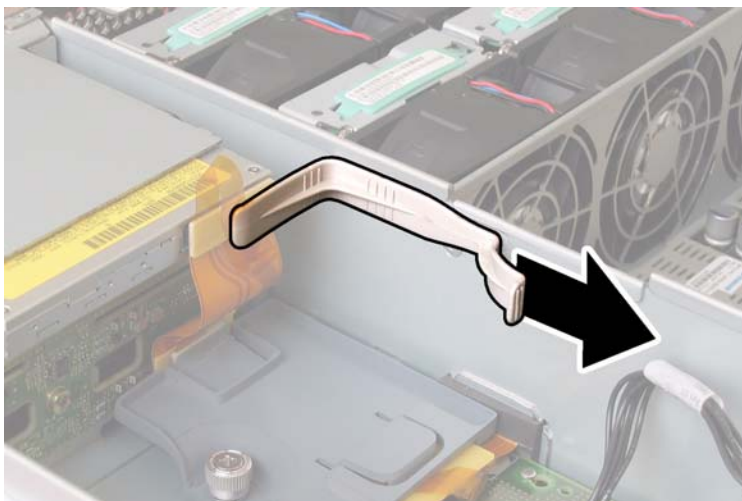

图 4-13 拆卸线缆固定架
6. 从机箱的间隔壁上卸下上部线缆固定架。请参见图 4-13。